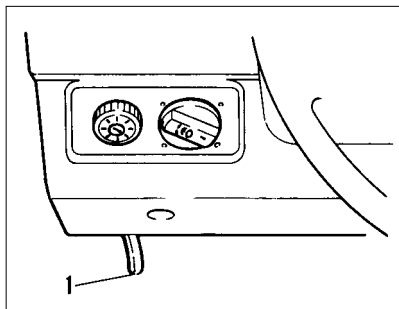

**Рис. 5. Дверь багажного отделения**
**Дверь багажного отделения** (рис. 5) после отпирания ключом открывается при нажатии на кнопку замка 1. В открытом положении дверь удерживается газонаполненными телескопическими упорами 2.